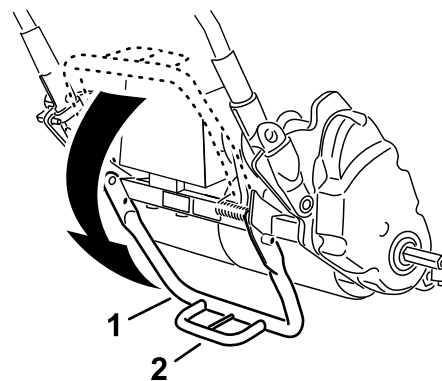

Figure 11
1. Avec le pied, appuyez au centre de la béquille et tirez sur le support de la poignée inférieure jusqu'à ce que la béquille pivote et bascule en avant (Figure 11).